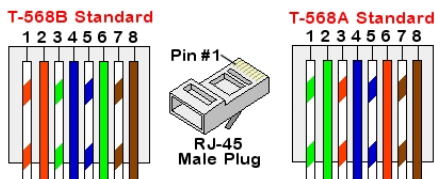

図 22: 標準ケーブルのワイヤリング
- c. 図 22にしたがって8本の芯をRJ45端子に挿入します。
7. スイッチ/ルータ側については端子が付いたケーブルを使用するか、クリンパを使用してRJ45通信コネクタを用意(上の図と同じように8本の芯をRJ45コネクタに挿入)します(図 22)。